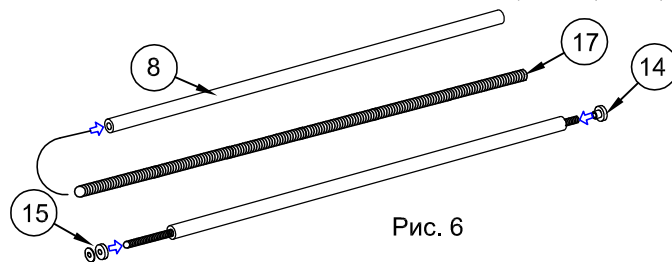

Рис. 6
3.1. Стекло панели №1 имеет отверстия в верхних углах. Вставить шпильки №17 в середину штанг №8. С другого края накрутить втулки №14 чтобы шпилька выходила на 2мм. Втулки вставить в штанги. 3 переднего края на шпильки одеть шайбы №15 и по одной прокладке до упора (рис.6).